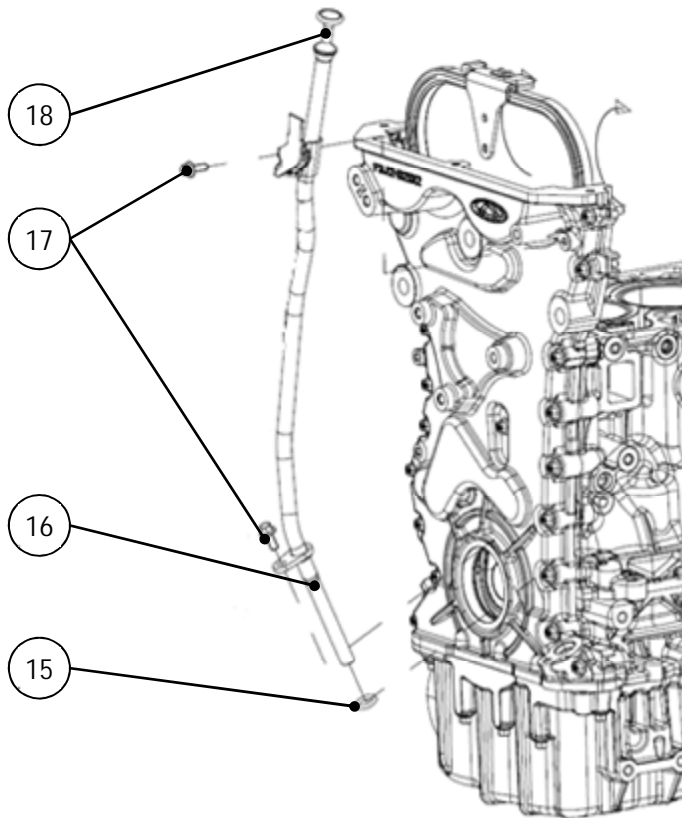

图 G-16 标尺管和标尺装配
- 2) 将标尺管 ⑯ 按图 G-16 所示方向插入框架安装孔内，至标尺管法兰底面与框架安装面贴合，法兰、支架的螺栓安装孔对齐。
- 3) 将六角法兰面螺栓 ⑰ 按图 G-16 所示位置装入螺栓孔，必须先拧紧标尺管法兰处的螺栓，再拧紧支架处的螺栓。复紧螺栓。
- 4) 在标尺 ⑱ 的提手 O 型圈上均匀涂少许润滑油，按图 G-16 所示插入标尺管 ⑯ 内，至标尺提手安装面与管口接触即可。